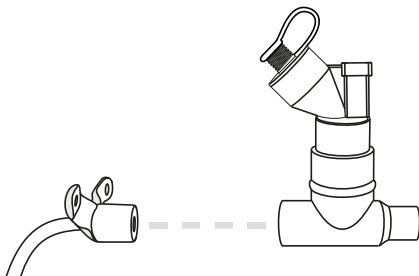

Figura 4. Ligação a um tubo de traqueostomia
O Aerogen Solo é adequado para utilização com doentes de traqueostomia de respiração espontânea (Figura 4). Quando usar com um tubo de traqueostomia, ligue o Aerogen Solo ao conjunto do tubo de traqueostomia com uma peça em T.
1. Introduza o nebulizador Aerogen Solo com firmeza no Aerogen Ultra e na orientação ilustrada na Figura 4.